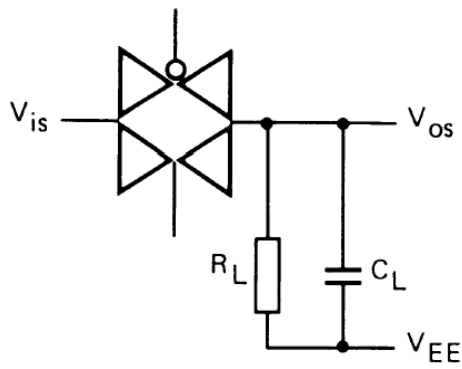

图 4
- $R_L=10K\Omega$; $C_L=15pF$; 通道开通; $V_{IS}=V_{DD (P-P)}/2$ (正弦波, 在 $V_{DD}/2$ 处对称), $f_{IS}=1KHz$; 如图 4 所示
- $R_L=1K\Omega$; $C_L=5pF$; 通道关断; $V_{IS}=V_{DD (P-P)}/2$ (正弦波, 在 $V_{DD}/2$ 处对称); $20lg(V_{OS}/V_{IS})=-50dB$; 如图 4 所示
- $R_L=1K\Omega$; $C_L=5pF$; 通道开; $V_{IS}=V_{DD (P-P)}/2$ (正弦波, 在 $V_{DD}/2$ 处对称); $20lg(V_{OS}/V_{IS})=-3dB$; 如图 4 所示